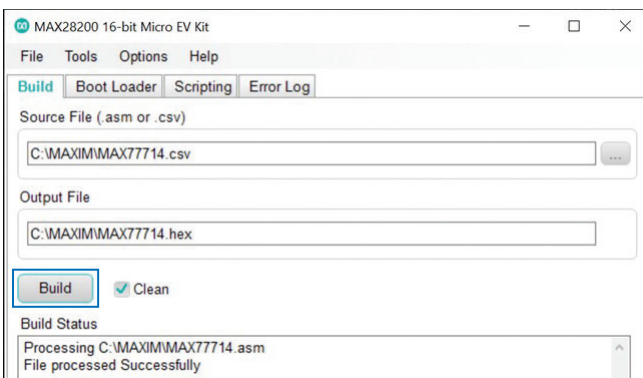

図10. .csvファイルを基にした.hexファイルのビルド
- (1) .csvファイルを使用して.hexファイルをビルドします（図10）。